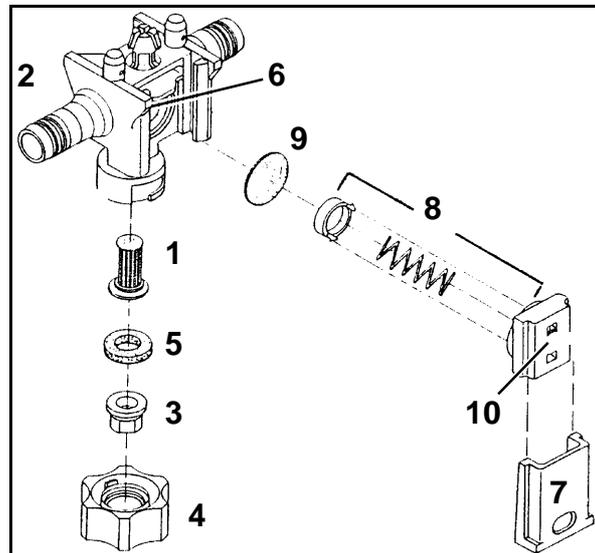

Fig. 199
1. Contrôlez de temps en temps le bon positionnement de la trappe (Fig. 199/7). Pour se faire, insérez la trappe dans le corps de buse (Fig. 199/2) autant que possible en utilisant une force moyenne du pouce. A l'état neuf, ne jamais insérer la trappe jusqu'en butée.
1. Introduisez par le bas le filtre de la buse (Fig. 199/1) à l'intérieur du porte-buse (Fig. 199/2).
2. Placez la buse (Fig. 199/3) dans l'écrou porte-buse (Fig. 199/4).
3. Placez le joint caoutchouc (Fig. 199/5) au-dessus de la buse.